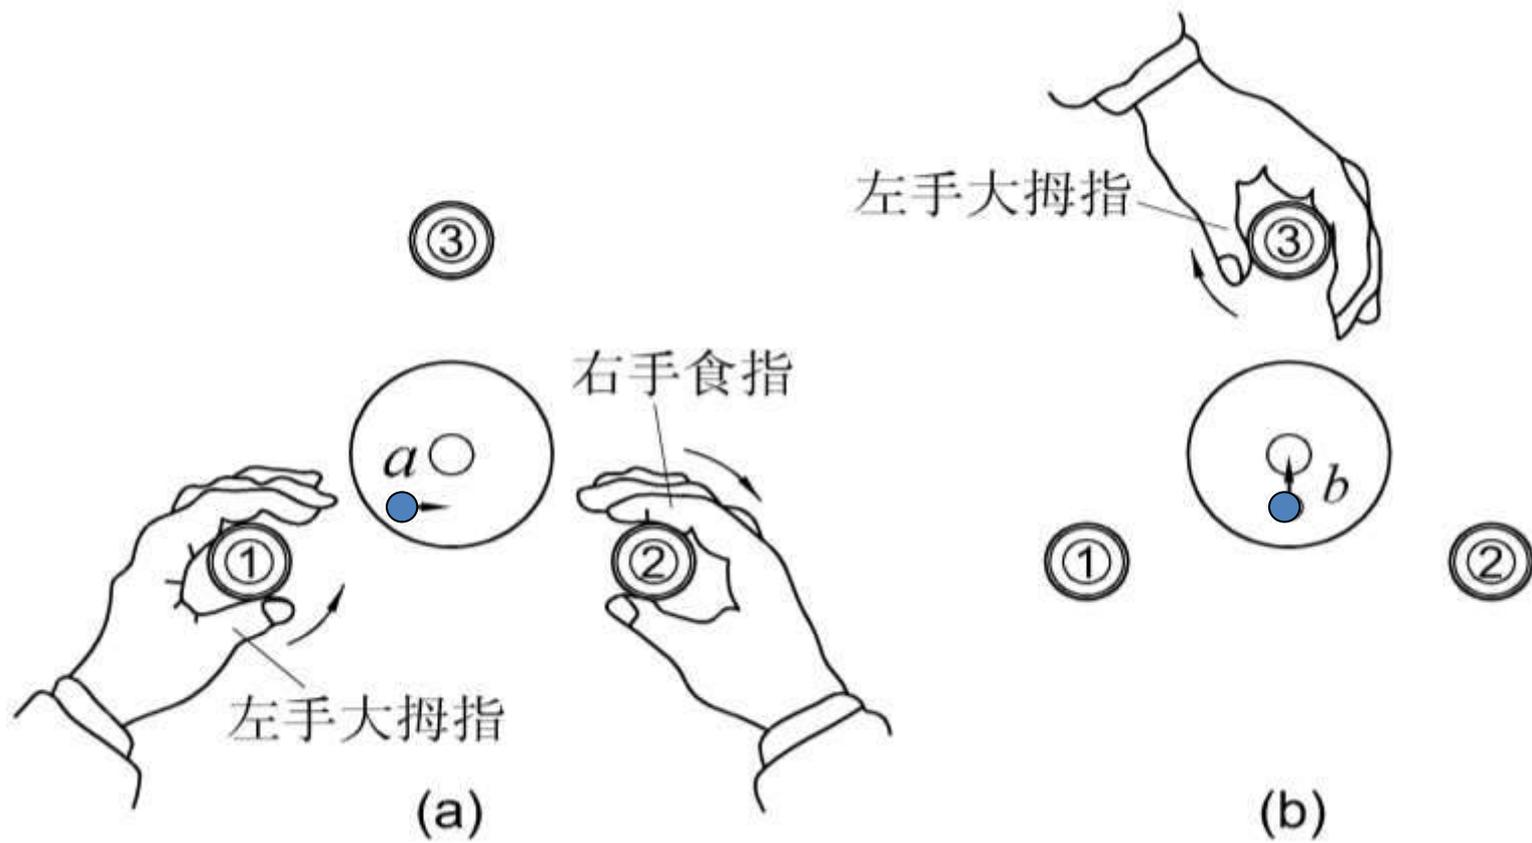

图1-1
- ①粗平
- 在整平过程中，旋转脚螺旋方向与圆水准气泡移动方向的规律是：用左手旋转脚螺旋，则气泡移动方向和左手大拇指移动方向一致（俗称左手法则）；用右手旋转脚螺旋，则气泡移动方向和右手食指移动方向一致。如图1-1所示。